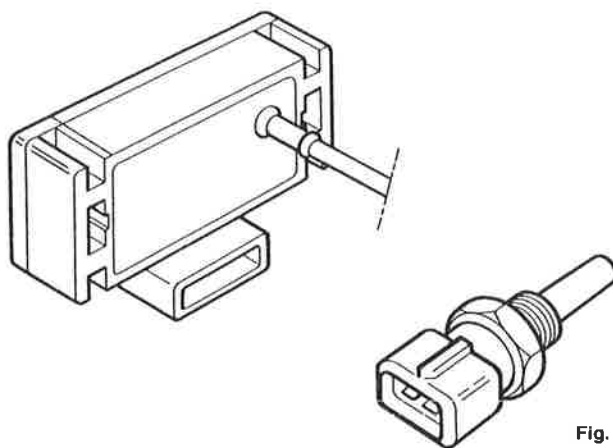

Fig. 2
- Vérifier l'état des connecteurs du capteur de pression atmosphérique, des capteurs de température (**Fig. 2**)